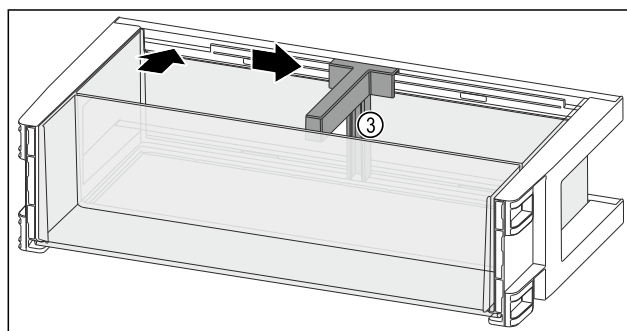

Fig. 145
- Włożyć uchwyt butelek Fig. 145 (3) do zagłębienia.
- Przesunąć uchwyt butelek Fig. 145 (3) na wybraną pozycję na bok.